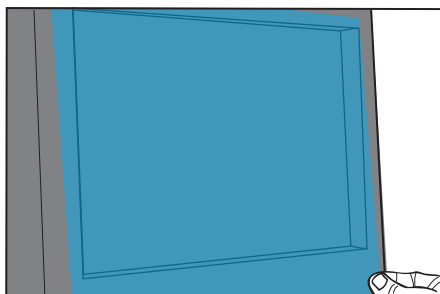

Figure 12
- › Continuer le retrait du liner et positionner le film sur l'écran. (FIG. 12)